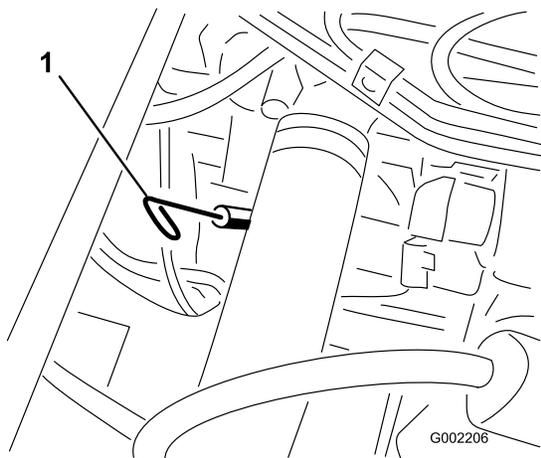

Figure 18
2. Retirez la jauge, située sous le siège du passager, et essuyez-la sur un chiffon propre (Figure 18). Remettez la jauge dans le tube en l'enfonçant au maximum. Sortez de nouveau la jauge et vérifiez le niveau d'huile.